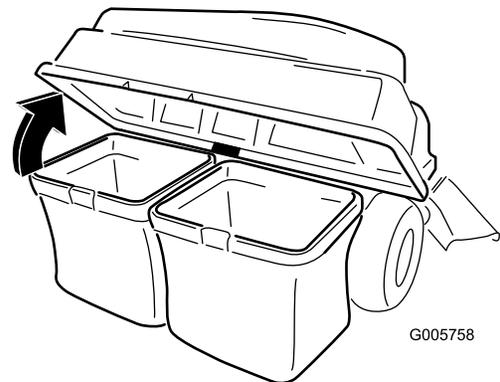

Figura 30
3. Abra (eleve) a parte superior do depósito de recolha de relva (Figura 30).